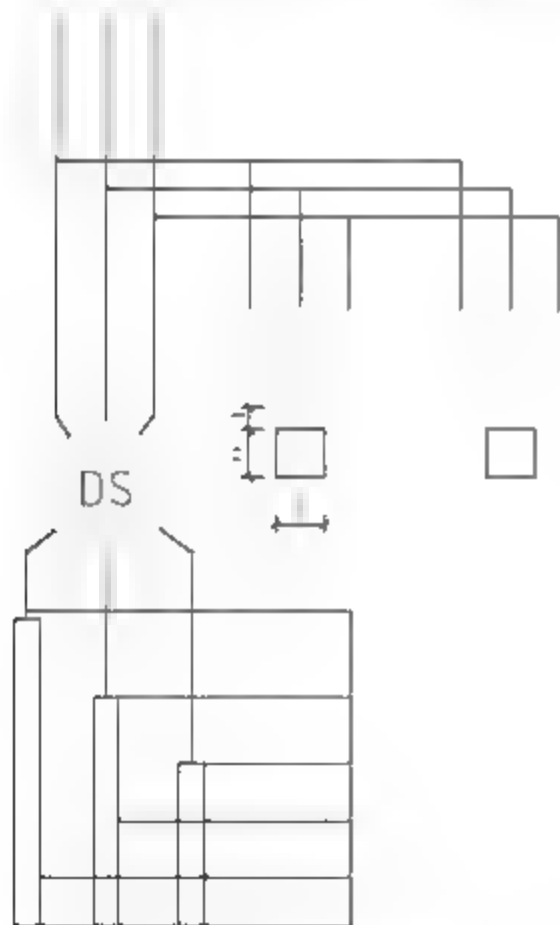

图11-9 绘制矩形
**09** 调用REC【矩形】命令，绘制尺寸为8×8的矩形，如图11-9所示。